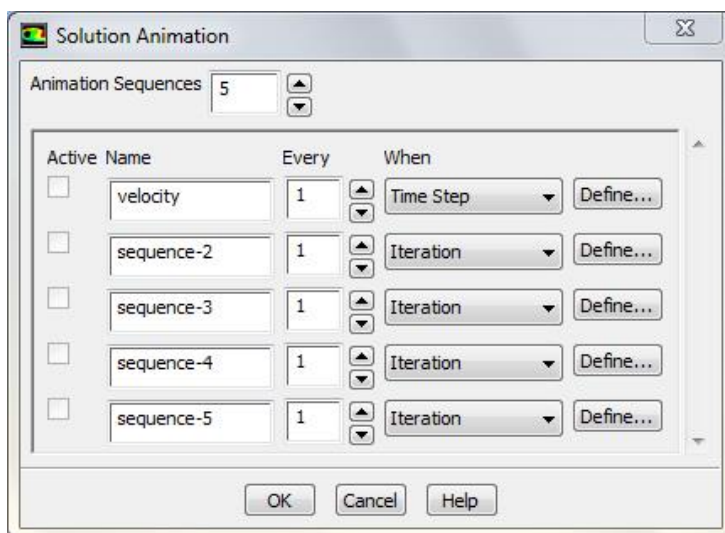

Рисунок 1.36 – Меню задания анимации (*Solution Animations*)
1. После этого следует произвести настройку процесса создания анимации. Данный процесс осуществляется следующим образом (рисунок 1.36): *Solve* → *Calculation Activities...*